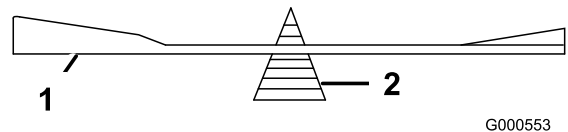

Figura 81
2. Verifique el equilibrio de la cuchilla colocándola sobre un equilibrador de cuchillas (Figura 81).
Nota: Si la cuchilla no está equilibrada, rebaje algo el metal en la parte de la vela solamente con una lima (Figura 81).